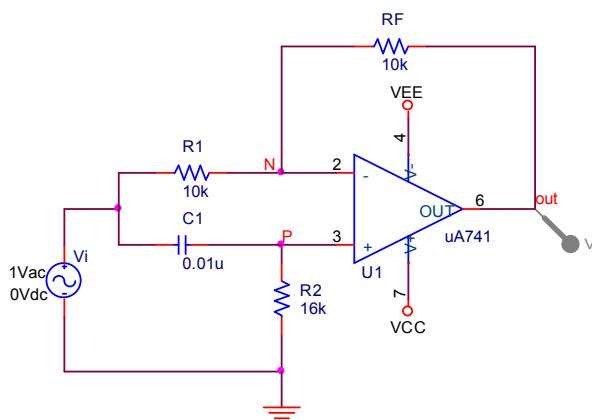

图 8.2.8 全通滤波器
8.2.8 如图 8.2.8 为全通滤波器。设 $R_1=R_F=10k\Omega$, $C_1=0.01\mu F$, $R_3=16k\Omega$ 。求电